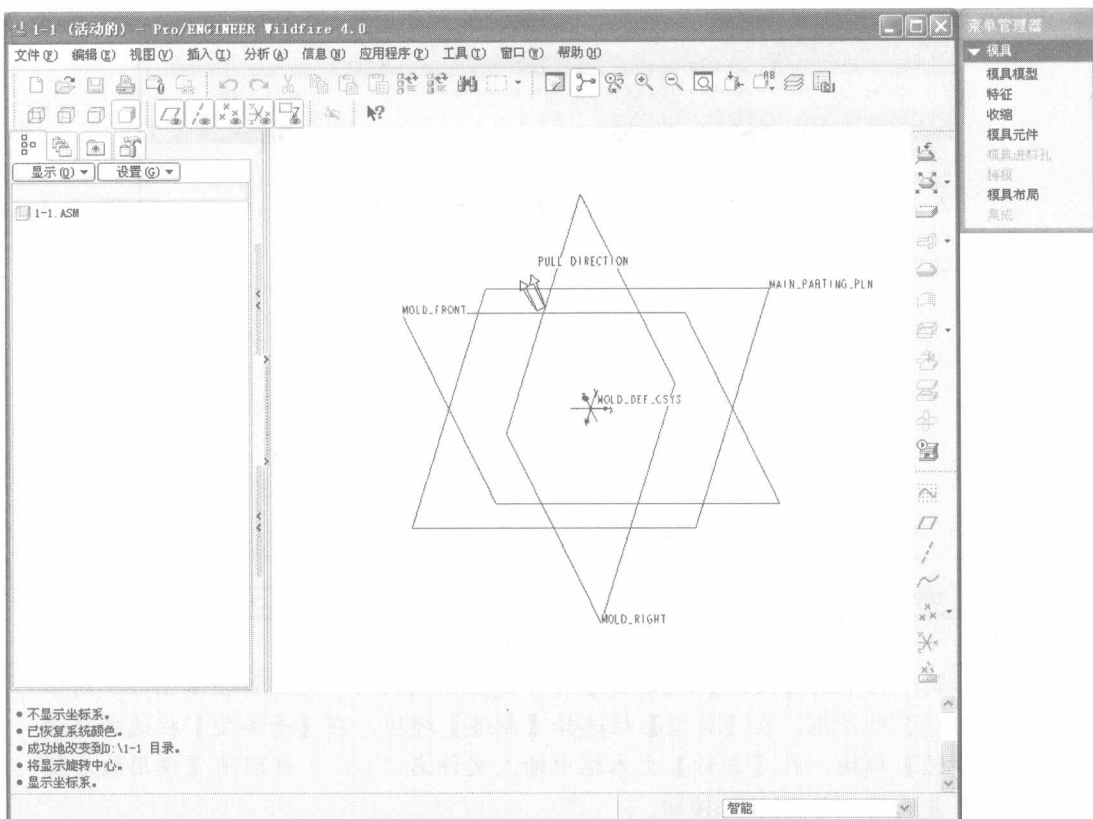

图1-9 显示当前模具设计文件
7. 系统启动模具设计模块，如图 1-9 所示，并在界面顶部显示当前模具文件为“1-1”。